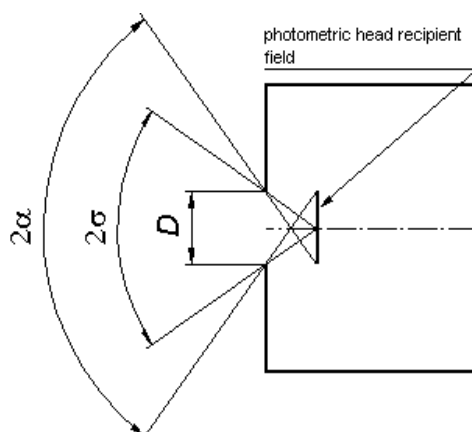

Imagen 1. Accesorio PL-68
- Pupila de entrada  $D = 12,5\text{mm}$  (Ilustración 1.)
- Ángulo de apertura – medición del ángulo :  $2\sigma = 68^\circ$  (Ilustración 1.)
- Medición del ángulo del límite  $2\alpha = 107^\circ$  (Ilustración 1.)